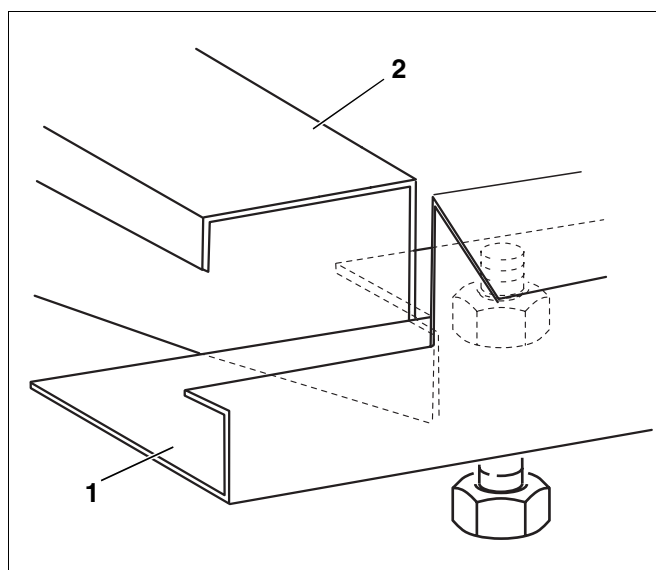

Fig. 38 Montering af længdeskinne på travers
- Sæt længdeskinne (Fig. 38, **pos. 1**) med den forreste udstansning på traversens udstansning (Fig. 38, **pos. 2**).